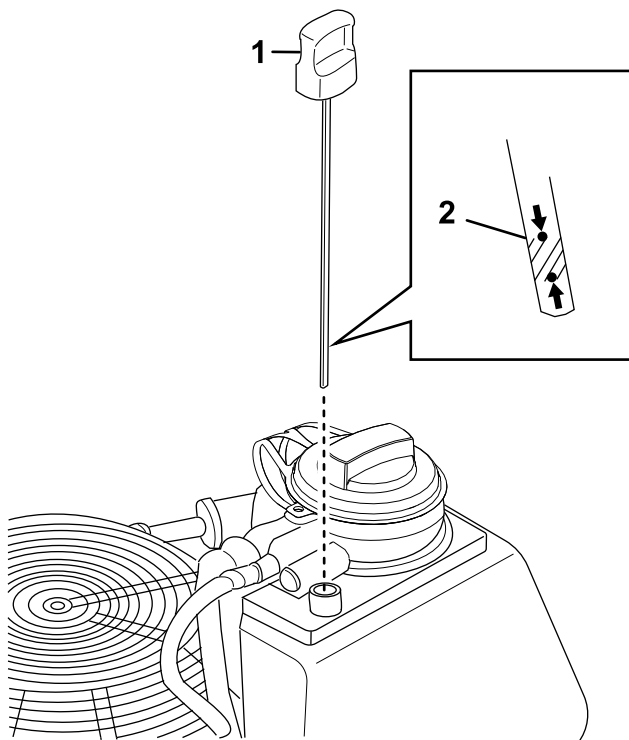

Figure 44
4. Retirez la jauge d'huile et essuyez-la soigneusement (Figure 44).
Le niveau d'huile doit atteindre le repère maximum sur la jauge (Figure 44).